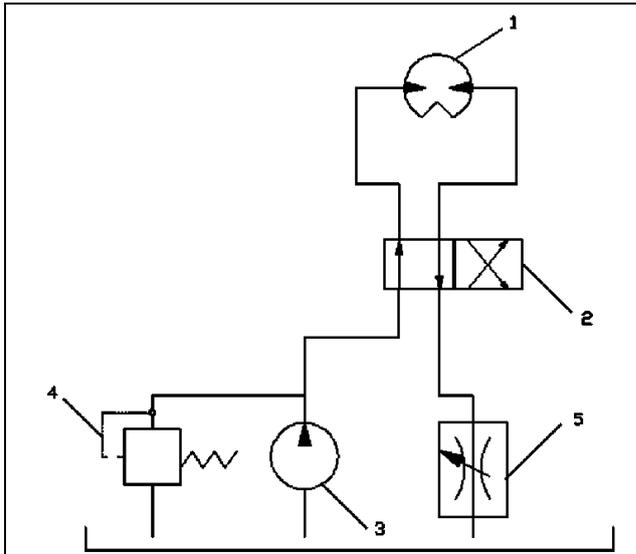

Рисунок 11
11. Выходной вал пластинчатого поворотного гидродвигателя 1 (рис. 11) однократного действия при рабочем давлении $p = 10$ МПа развивает полезный крутящий момент $M = 500$ Нм. Пренебрегая потерей энергии в напорной гидролинии, определить при закрытом состоянии гидроклапана 4, на какую подачу необходимо рассчитать насос 3, чтобы выходной вал поворотного гидродвигателя 1 смог развить угловую скорость вращения $\omega_{угл} = 3,76$ рад/с. Общий КПД поворотного гидродвигателя $\eta_{общ} = 0,94$.